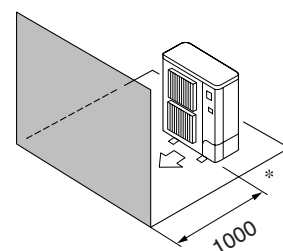

Fig. 2-5
- ④ Εμπόδια στην μπροστινή πλευρά μόνο (Fig. 2-5)